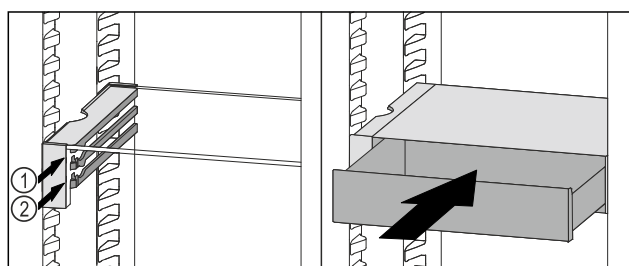

Fig. 135
- Поставете чекмеджето на VarioSafe зад ограничителите върху желаното ребро Fig. 135 (1) или Fig. 135 (2).